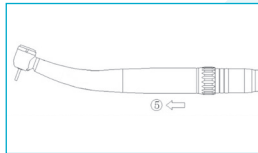

Abb. 6-3
Die LED-Kupplung festhalten und die Turbine mit leichter Drehung herausziehen (Abb. 6-3⑤).